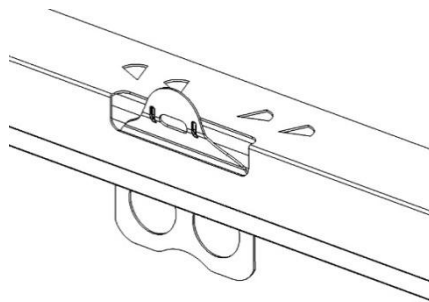

Рис. 6-7 Замок на стальной окантовке
- ◆ При разборке деревянных ящиков со стальной окантовкой сначала разогните замки до формы, показанной на Рис. 6-7, при помощи плоскогубцев или аналогичного инструмента. При разборке деревянных ящиков, скрепленных гвоздями, сначала снимите верхнюю крышку вместе с гвоздями, затем разберите остальные элементы. Для защиты от мелких травм используйте защитные хлопковые перчатки.